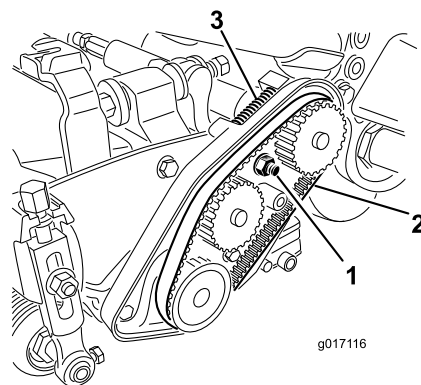

Рисунок 48
- A. Ослабьте гайку крепления корпуса подшипника (Рисунок 48).
- C. Удалите все загрязнения из внутренней части отсека ремня и вокруг пружины сжатия (Рисунок 48).